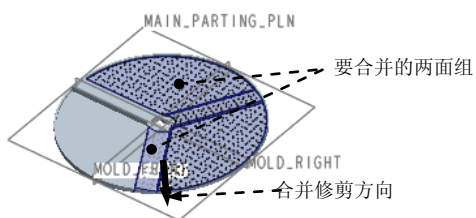

图 5.21 定义合并方向
- (1) 按住 Ctrl 键, 选取图 5.21 所示的两个面组为合并对象。
- (2) 单击 **分型面** 操控板中  区域的  按钮, 此时系统弹出“合并”操控板。
- (3) 定义合并修剪的方向, 调整合并方向, 如图 5.21 所示。
- (4) 在“合并”操控板中单击  按钮。